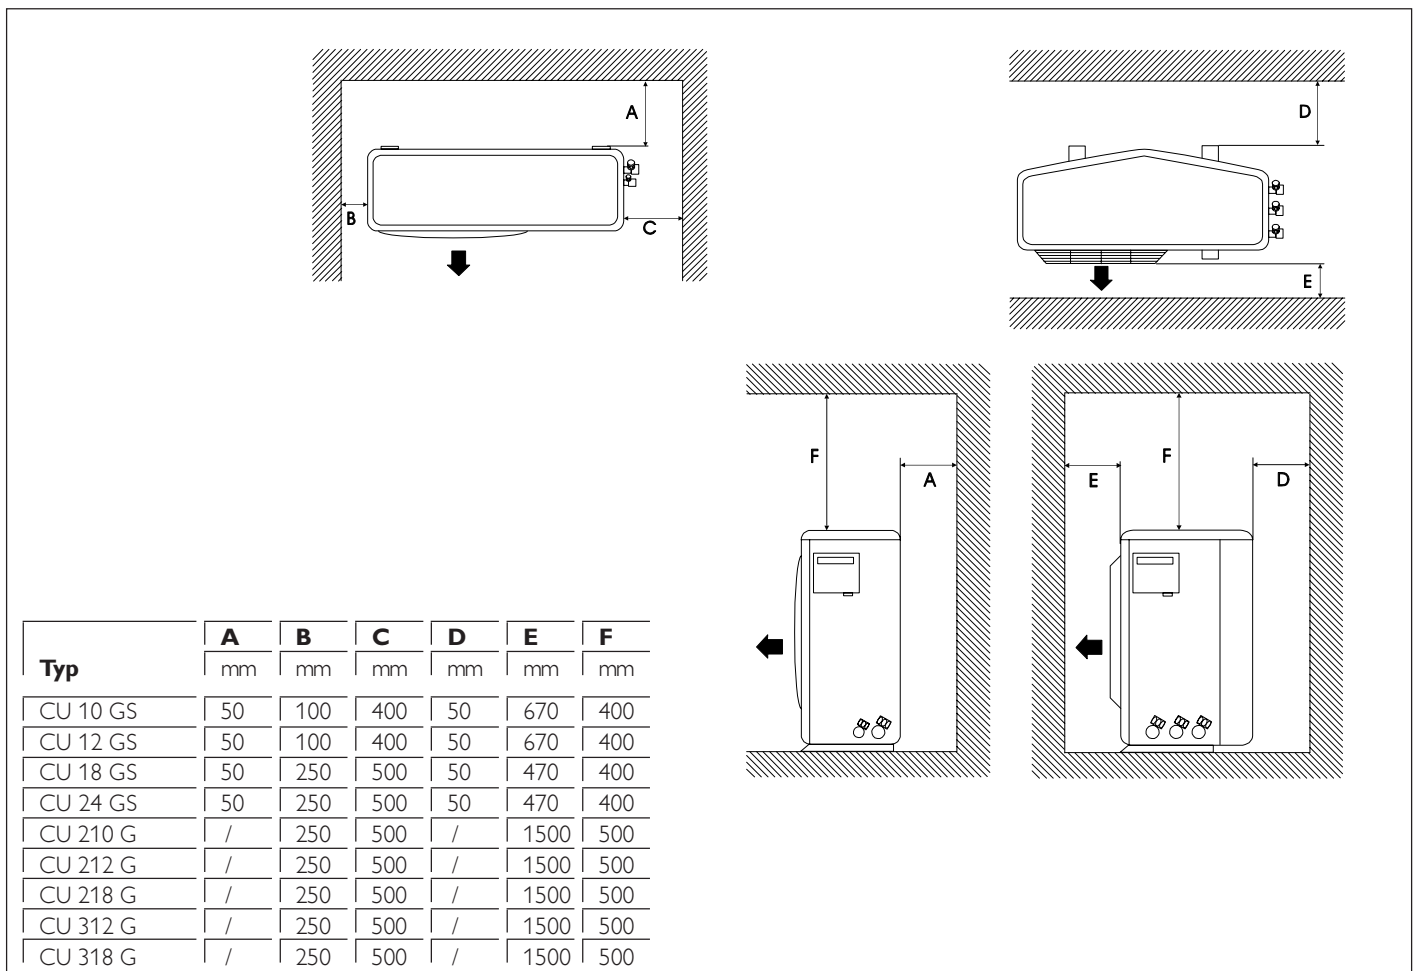

Abb. 14
- Die Mindestabstände (siehe Abb. 14) sind einzuhalten, um eine ausreichende Luftzirkulation und Montage zu gewährleisten.